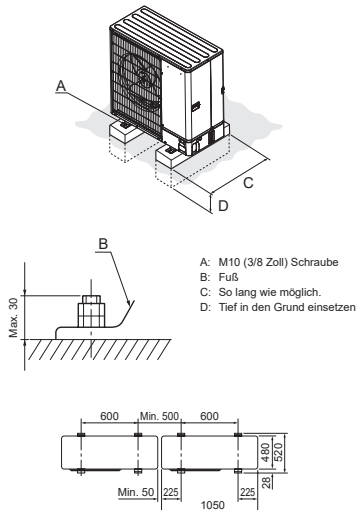

Abb. 4-1
- Installieren Sie das Gerät auf einem starren Unterbau, um während des Betriebs übermäßige Geräuscentwicklung und Vibrationen zu verhindern. (Abb. 4-1)